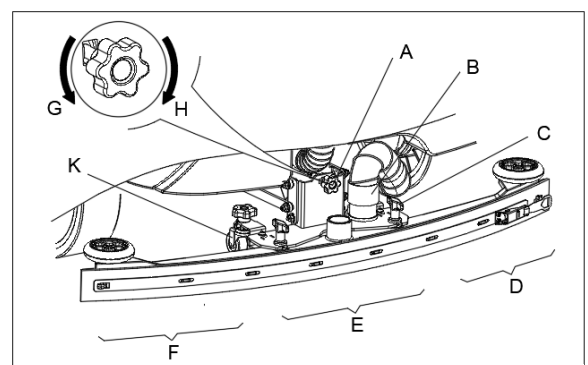

Figura 10
1. Instale la boquilla y apriete las tuercas (C, figura 10) y conecte el tubo de aspiración (B) a la boquilla.
2. Ajuste la boquilla mediante la perilla de ajuste (A).
- a) Si queda un espacio entre el suelo y la sección media del labio trasero de la boquilla (E), ajuste la perilla (A) a derechas (H) hasta que la entera sección del labio trasero de la boquilla entre en contacto con el suelo y el labio delantero toque ligeramente el suelo.
- b) Si queda espacio entre el suelo y los dos extremos del labio trasero (D y F), ajuste la perilla (A) a izquierdas (G) hasta que la entera sección del labio trasero entre en contacto con el suelo y el labio delantero toque ligeramente el suelo.